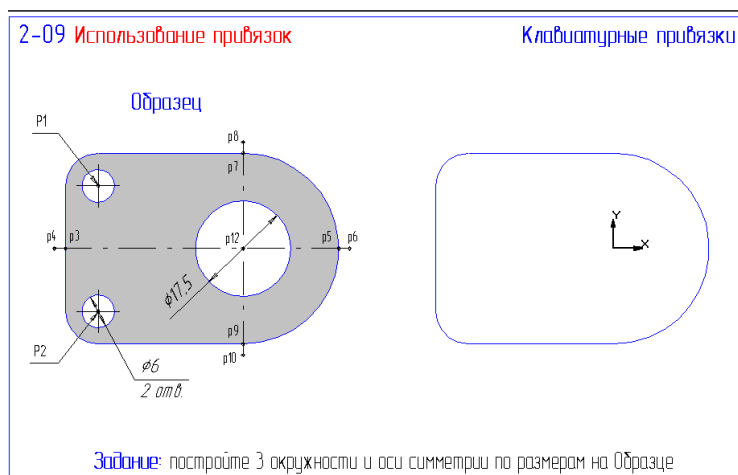

Рис. 9
11. Откройте файл фрагмента 2.09 (рис. 9) и выполните упражнение, используя исключительно только клавиатурные привязки (глобальные привязки запретить нажатием соответствующей кнопки в строке текущего состояния). Центры окружностей (точки p1 и p2) задаются клавиатурной привязкой **Ближайшая точка** – клавиши [5]+[Enter]. Для точного задания точек p4, p6, p8, p10 установите значение шага курсора равным 3 мм. Сохраните результат.